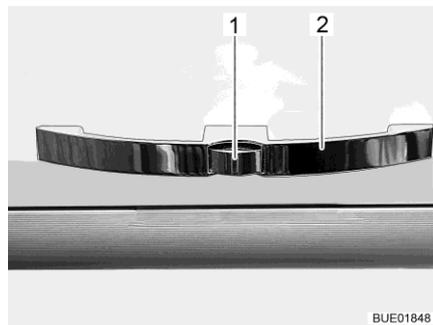

Fig. 49 Porte de placard avec poignée (exemple)
- Appuyer sur le bouton de déverrouillage (Fig. 49,1) de la poignée (Fig. 49,2) et le maintenir enfoncé.